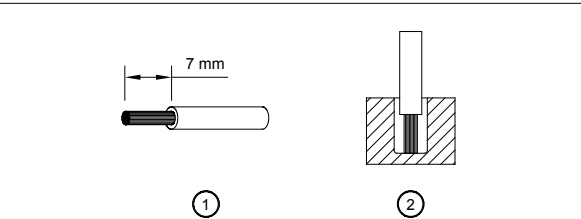

Figure 4
(1)	0,82-5,3	18-10	4,57	3,96
(2)	1,3-5,3	16-10	4,57	3,96
To secure reliable and shock proof connections, the stripping length should be 7 mm (see Fig. 4 (1)). Please ensure that wires are fully inserted into the connecting terminals as shown in Fig. 4 (2).
(1)	0.82-5.3	18-10	4,57	3,96
Le câble doit être dénudé sur 7mm pour assurer une connexion fiable et résistante au choc (voir Fig. 4 (1)). Merci de s'assurer que les fils sont entièrement insérés dans le connecteur comme montré en Fig. 4 (2).